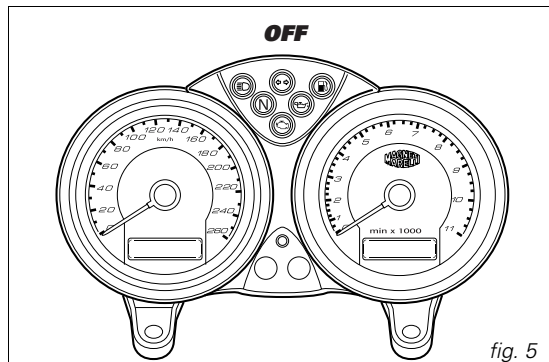
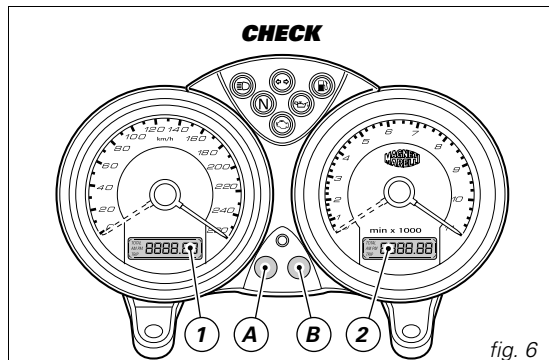

fig. 5
fig. 6
Lors de l'allumage (clé de contact tournée de la position **OFF** dans la position **ON**), le tableau de bord réalise **un contrôle** de toute l'instrumentation (aiguilles, affichage, témoins) (fig. 5 et fig. 6).
Appuyez sur le bouton (B, fig. 6) clé sur **ON** pour alterner la visualisation du totaliseur partiel et du compteur kilométrique.
Appuyez sur le bouton (B, fig. 6) pendant plus de 2 secondes dans la fonction **TRIP** (totaliseur partiel) pour obtenir la réinitialisation de l'afficheur (1).
Appuyez sur le bouton (A, fig. 6) clé sur **ON** pour visualiser l'horloge et la température de l'eau.
Appuyez sur le bouton (A, fig. 6) pendant 2 secondes au moins.
Réglez **AM/PM** en appuyant sur le bouton (B, fig. 6).
Appuyez sur le bouton (A) pour passer au réglage de l'heure. Appuyez sur le bouton (B) plusieurs fois pour ajuster l'heure. Appuyez sur le bouton (A, fig. 6) pour passer au réglage des minutes.
Si vous appuyez sur la touche (B, fig. 6) au plus tard 5 secondes après avoir tourné la clé dans la position **ON**, vous modifierez l'intensité lumineuse du tableau de bord à chaque pression de la touche.